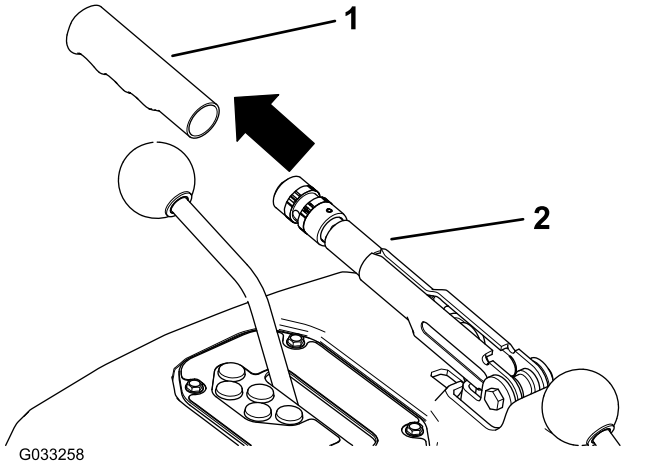

図 77
1. 駐車ブレーキレバーのゴム製グリップをはずす 図 77。
5. 駐車ブレーキレバーにゴム製グリップを取り付ける 図 77。